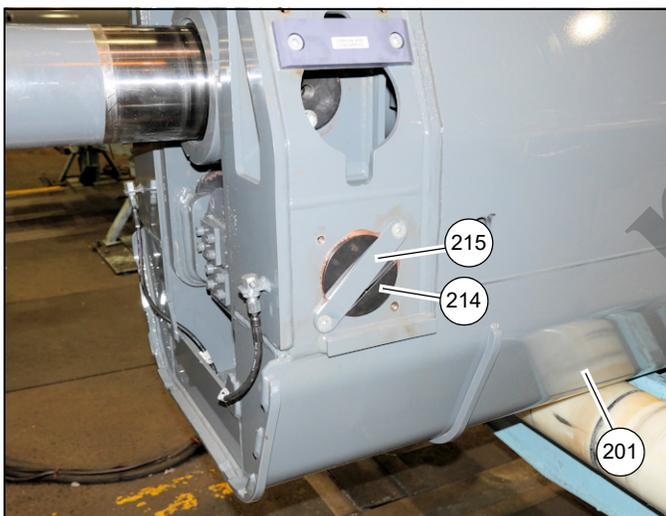

FIGURA 4-120
86. Aplique antiengripante nos pinos (214) e instale um pino através de cada lado do telescópio 1 (201) e nos furos nas placas (503) (508) que conectam os cilindros telescópicos nº 1 (502) e nº 2 (501) um ao outro. Fixe cada pino (214) no lugar com uma placa (215) e dois parafusos (242) (consulte a Figura 4-120).
87. Instale a mangueira de graxa (208) e as conexões (227, 228, 229) na parte traseira do telescópio 1 (201). Certifique-se de que as graxeiras apontem para fora e as mangueiras passem através dos furos nos reforços do telescópio 1 (201) (consulte a Figura 4-120).